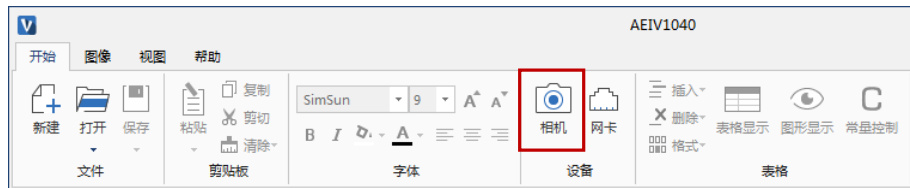
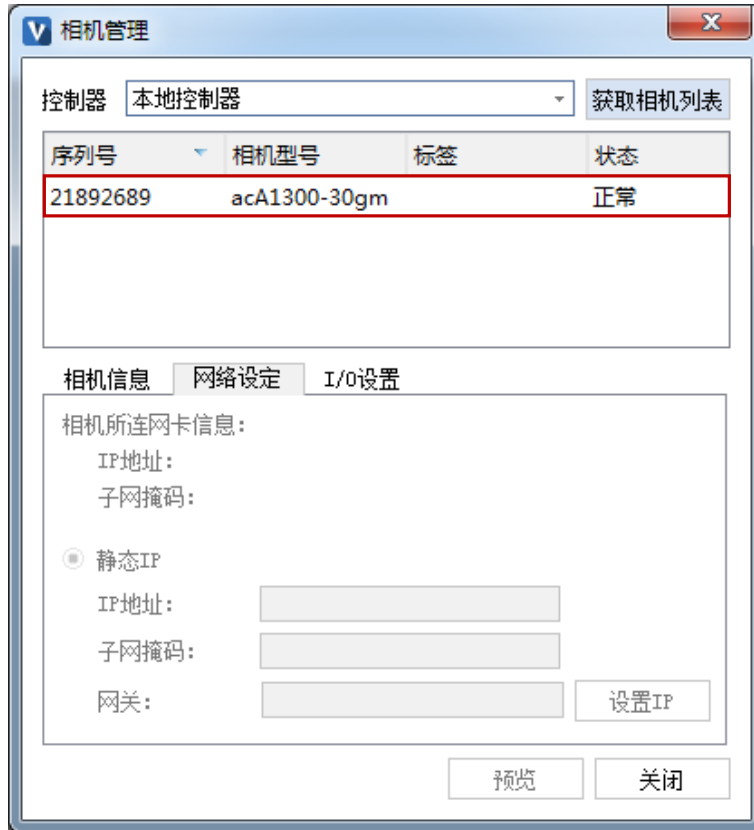
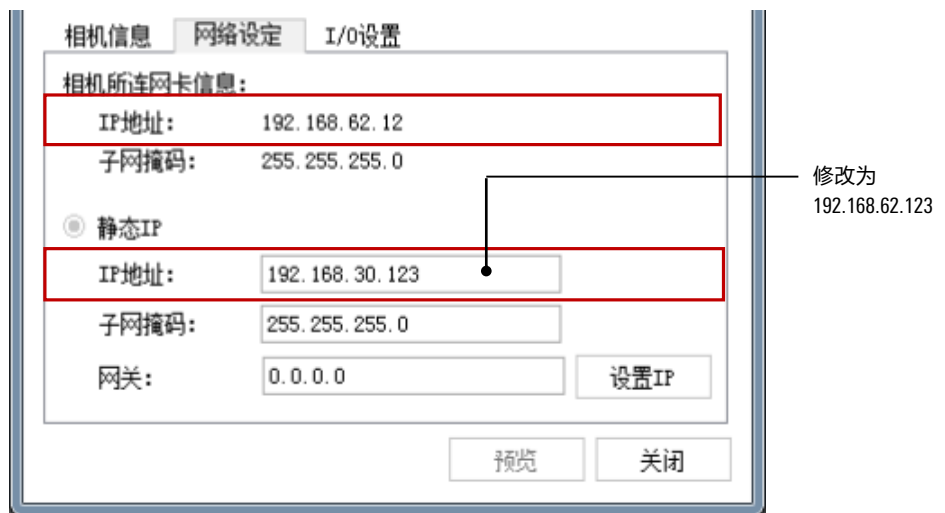

图 2-12 “相机”按钮
图 2-13 “相机管理”对话框
图 2-16 相机“IP 地址”设置
4. 确保相机供电正常，并与视觉控制器之间的网线连接良好。在【开始】选项卡的【设备】组中单击【相机】按钮，如图 2-12 所示，弹出如图 2-13 所示的“相机管理”对话框。
7. 点击图 2-13 中的相机所在行，单击下方的【网络设定】选项卡，可查看“相机所连网卡 IP 地址”（图 2-16 所示为“192.168.62.12”），使相机和相机所连网卡的 IP 在同一 IP 段，如将相机 IP 改为“192.168.62.123”，单击【设置 IP】按钮，完成设置。然后等待相机状态变为正常，点击【关闭】按钮，完成相机配置。
1. 在【开始】选项卡的【文件】组中单击【打开】按钮，参考图 2-16，弹出“打开”对话框，从中找到并选择《视觉应用方案设计》中设计的程序文件（程序后缀为.vprj），点击【打开】按钮，打开工程。